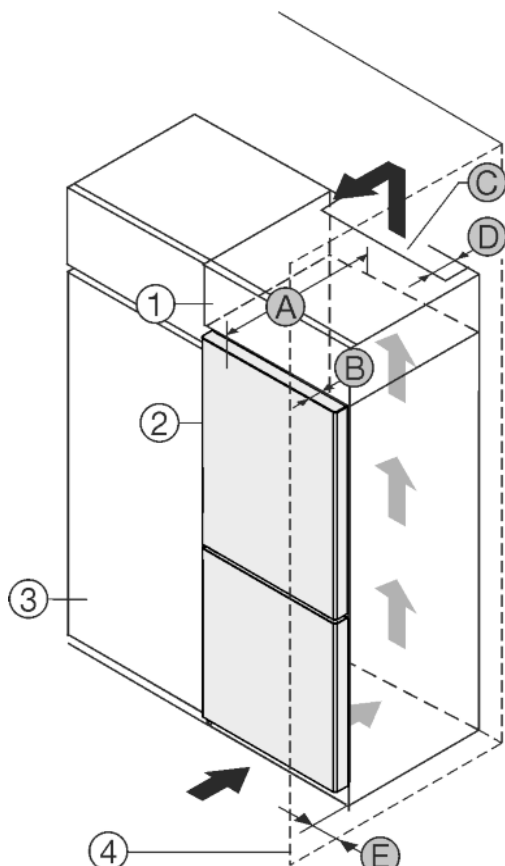

Fig. 1
Állítsa a készüléket közvetlenül a konyhaszekrény Fig. 1 (3) mellé.*
Állítsa a készüléket 5 cm távolságra a konyhaszekrénytől Fig. 1 (3)*.
A rátétszekrény hátoldalán egy megadott mélységű Fig. 1 (D) szellőzőaknát kell kialakítani a rátétszekrény teljes szélességében.*
A mennyezett alatt be kell tartani a szellőző keresztmetszetet Fig. 1 (C)*.
Ha a készüléket a zsanérokkal a fal Fig. 1 (4) mellé állítja, akkor legalább 40mm távolságot kell tartani a faltól. Ez a fogantyú túlnyúlásának felel meg, amikor kinyitja az ajtót.*
Ahhoz, hogy az ajtókat teljesen ki lehessen nyitni, a készüléknek az ajtó mélységének Fig. 1 (B) megfelelő mértékben túl kell lógnia a konyhaszekrény frontján. A konyhaszekrények Fig. 1 (3) mélységétől és a fali távtartók használatától függően a készülék nagyobb mértékben is túllóghat előre felé.*
Ahhoz, hogy az ajtókat teljesen ki lehessen nyitni, a készüléknek az ajtó mélységének (B) megfelelő mértékben túl kell lógnia a konyhaszekrény frontján. A konyhaszekrények Fig. 1 (3) mélységétől és a fali távtartók használatától függően a készülék nagyobb mértékben is túllóghat előre felé.*